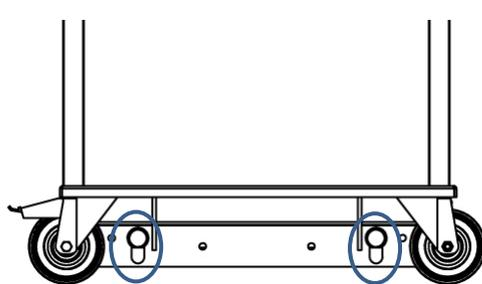

Fig. 08
- 2 Inserire il supporto ruote negli appositi perni (Fig.08)